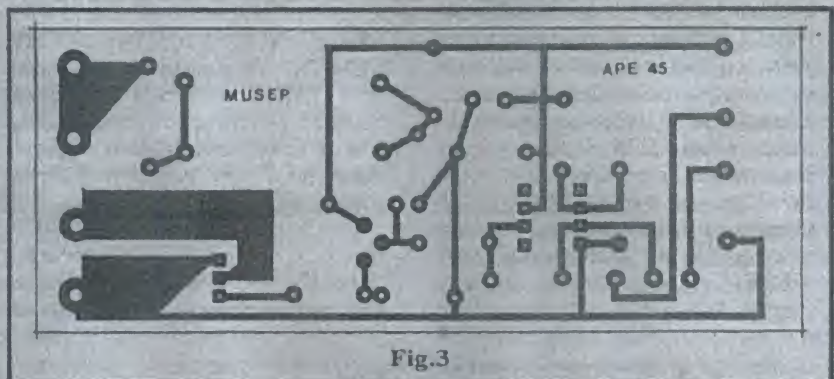

Fig.3
- FIG. 3 - LAY OUT DO CIRCUITO IMPRESSO ESPECÍFICO - Apesar de tratar-se de um dispositivo de Potência, a ausência de relé (cuja função elétrica, no MUSEP, é exercida pelo TRIAC e de transformador de força (substituído, no circuito, pela prática e pequena fonte interna, à reatância capacitiva...) permite manter as dimensões em parâmetros bem modestos... Com isso a plaquinha (em escala 1:1, na figura...) permanece pequena e simples, "descomplicando" bastante sua confecção, mesmo que o Leitor/Hobbysta ainda não seja um "macaco velho" no assunto... Bastará um pouco de cuidado e atenção, além do cumprimento dos preceitos enumerados nas INSTRUÇÕES GERAIS PARA